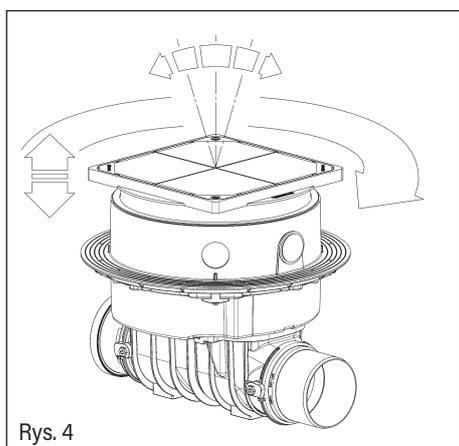

Rys. 2
B. Otwarte całkowicie zamykanie robocze i awaryjne (ustawienie zamknięcia, rys. 2). Dźwignię ręczną zamknięcia roboczego i awaryjnego należy ustawić na odpowiedniej pozycji "otwartej". Zawór zwrotny nie wykonuje żadnej funkcji na przewodzie odpływowym.
W celu podłączenia przewodów elektrycznych sondy i silnika napędowego należy przewidzieć rurę ochronną do przeprowadzenia kabli (min. DN 50, KESSEL zaleca kolanka 2 x 45°) do maksymalnej wysokości podłogi gotowej (patrz rys. 2) i wprowadzenie ich do przełotu kablowego w przedłużce KESSEL *Staufix FKA*. Załączoną profilowaną uszczelkę wargową włożyć w rowek elementu pośredniego i nasmarować. Następnie zamontować nasadkę (patrz rys. 3). Dzięki zastosowaniu telesko-